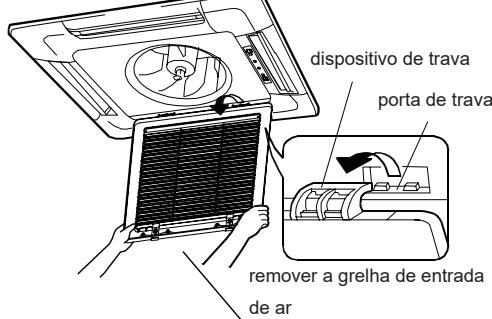

Fig. 2
1. Retirar a grelha de entrada de ar como mostra na figura: pressionar as duas trancas da grelha (como mostra na figura 1) para movê-la para perto da grelha próxima, depois levantá-la cuidadosamente a 45 graus (como mostra na Fig. 2), e após remover a grelha de entrada de ar.